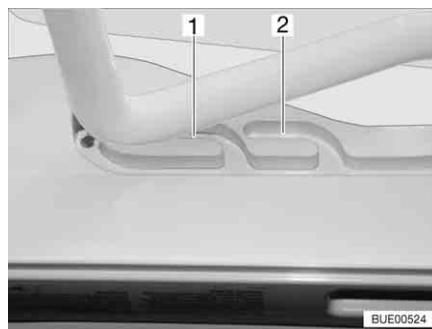
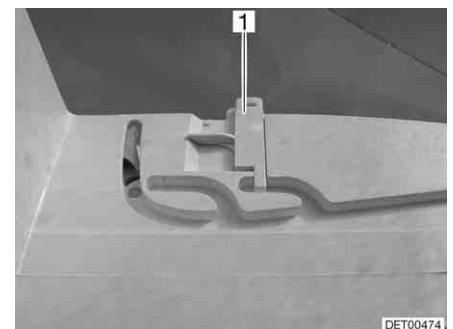

Fig. 90 Lanterneau Heki en position de ventilation
Fig. 91 Verrouillage position de ventilation
Position de ventilation Il est possible d'amener le lanterneau Heki en deux positions de ventilation : Position pour mauvais temps (Fig. 90,1) et position intermédiaire (Fig. 90,2). Suivant le modèle, il est possible de verrouiller le lanterneau en position intermédiaire avec le verrou (Fig. 91,1).
- Pousser légèrement l'étrier vers le haut, le pousser dans la glissière choisie (Fig. 90,1 ou 2) et le verrouiller si nécessaire.